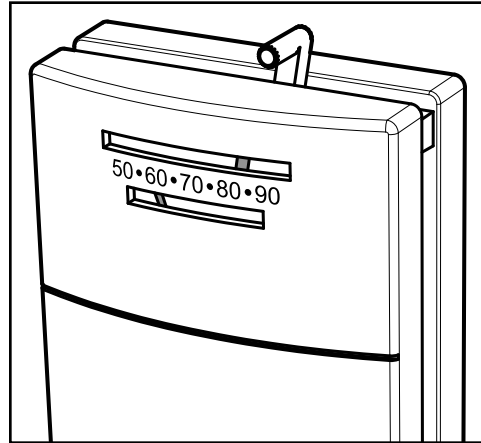

Figure 23.2
1. Un thermostat de basse tension doit être utilisé avec ce poêle à granulés. Vous pouvez utiliser le thermostat mural inclus (**Figure 23.2**) ou acheter un thermostat programmable ou une télécommande. Il est muni d'une résistance anticipatrice réglable. Le courant nominal est de 0,05 A. La résistance anticipatrice doit être réglée au niveau le plus bas.